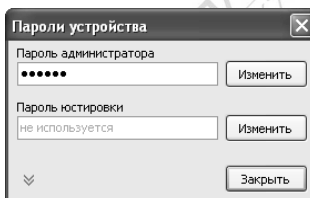

Рисунок 3
7.4 При первой попытке изменения настроек программа предложит ввести пароль администратора, нажать "Да". В появившемся окне ввести пароль (заводское значение – "123456") и нажать кнопку "Закрыть" (рисунок 3).